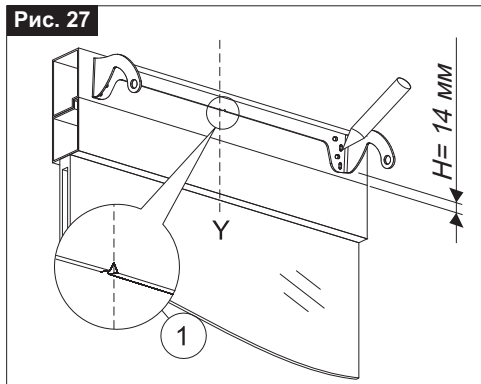

Рис. 28
- 4) **Рис. 28/29-** Просверлите в раме четыре отверстия $\varnothing 3.7$ мм и прикрепите кронштейн саморезами;